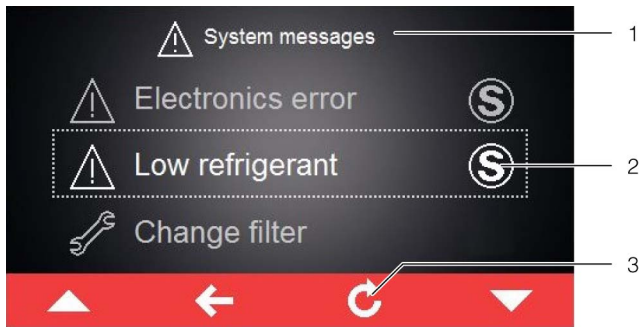

Fig. 18 : écran avec des messages de défaut
Si un message de défaut qui ne peut pas être supprimé par l'exploitant lui-même se produit et ne disparaît plus, le symbole « Maintenance » est affiché derrière le message de défaut ainsi que dans la barre d'outils à côté du symbole pour les informations système (fig. 18, pos. 2).